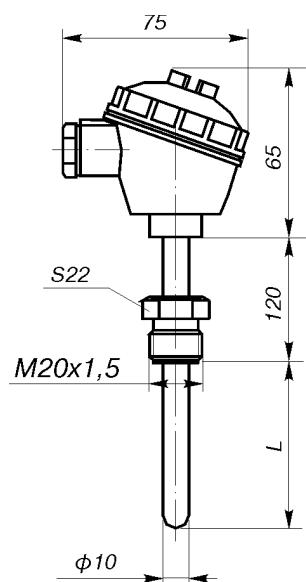

**Рис.1.**
**Материал соединительной головки (рис.1, 2):**
**Материал соединительной головки:** алюминиевый сплав (рис.1а, 2а, 3).